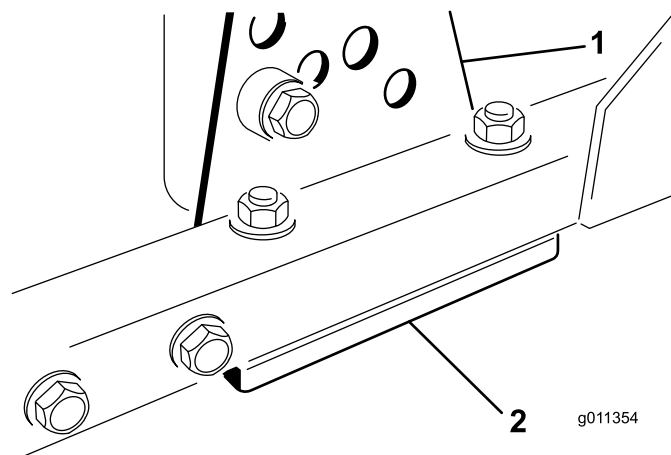

Figura 123
1. Retire el soporte de altura de corte (delantero, izquierdo o derecho) del bastidor de la unidad de corte (Figura 123).
2. Coloque suplementos de 1,5 mm y/o 0,7 mm entre el bastidor de la unidad de corte y el soporte hasta lograr el ajuste de altura deseado (Figura 123).